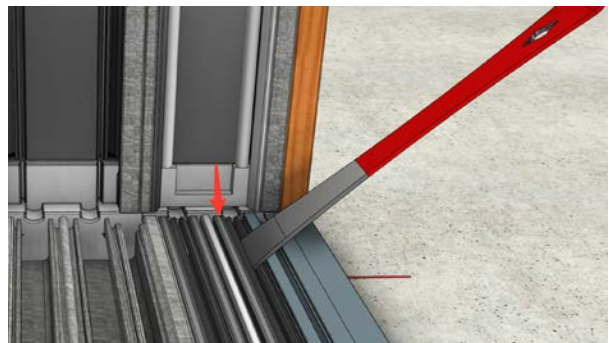
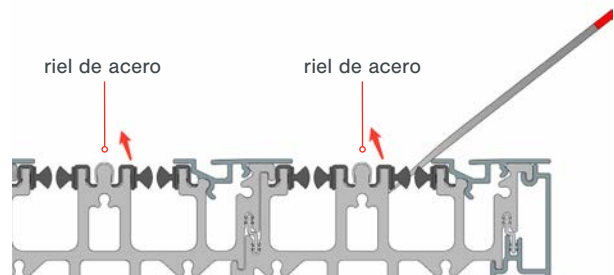

Fig 26
Fig 27
- Con una palanca, levante y retire la tira de burlete que se encuentra justo dentro del riel de acero. (Fig. 26 y Fig. 27)